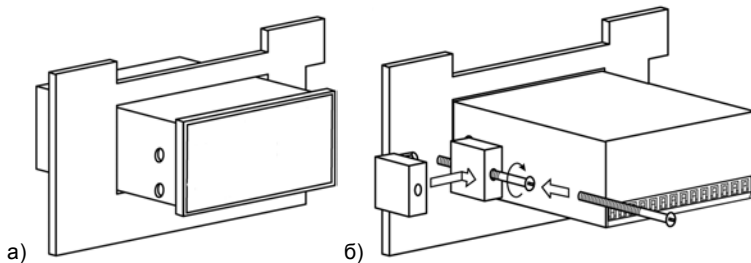

Рисунок 5.2 Монтаж прибора щитового исполнения
- 1) Вставить прибор в специально подготовленное отверстие на лицевой панели щита (см. Приложение А и рисунок 5.2, а).
- 2) Вставить фиксаторы из комплекта поставки в отверстия на боковых стенках прибора (рисунок 5.2, б).